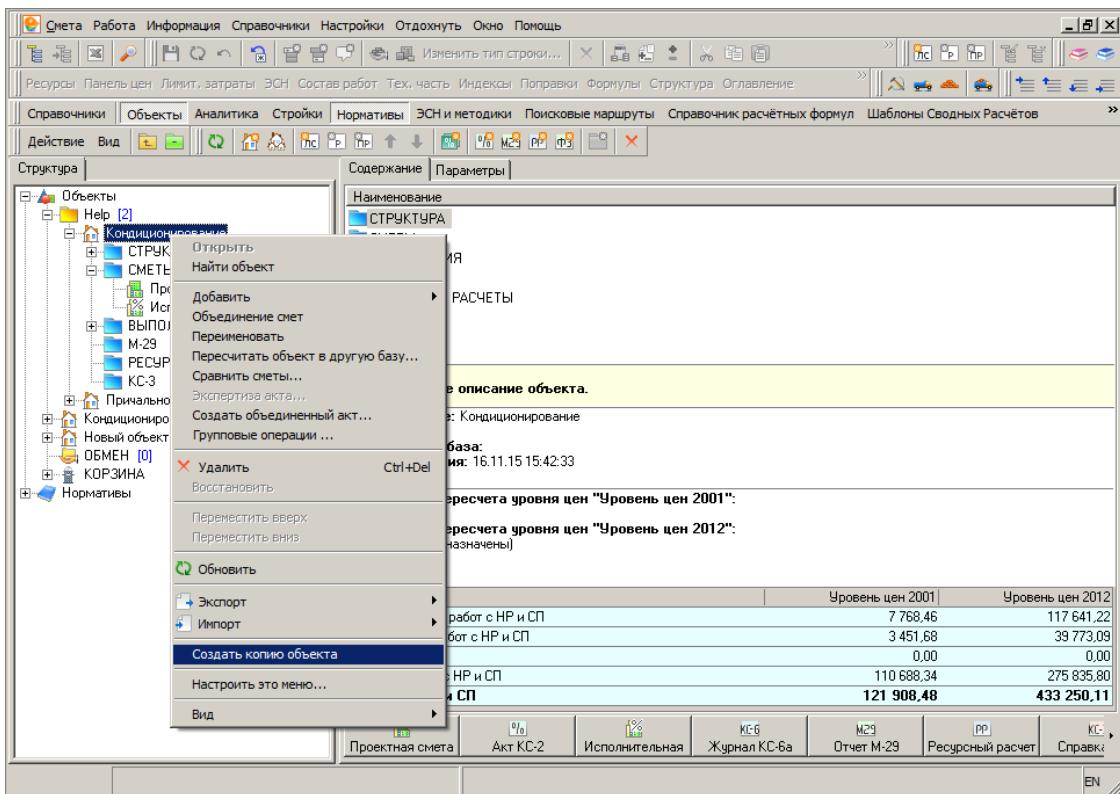

Рис. 3.
**Способ 2:** Из контекстного меню, щелкнув правой кнопкой мыши по объекту, выберите пункт **Создать копию объекта** (см. рис. 3), введите новое имя и нажмите **OK** (см. рис. 2).